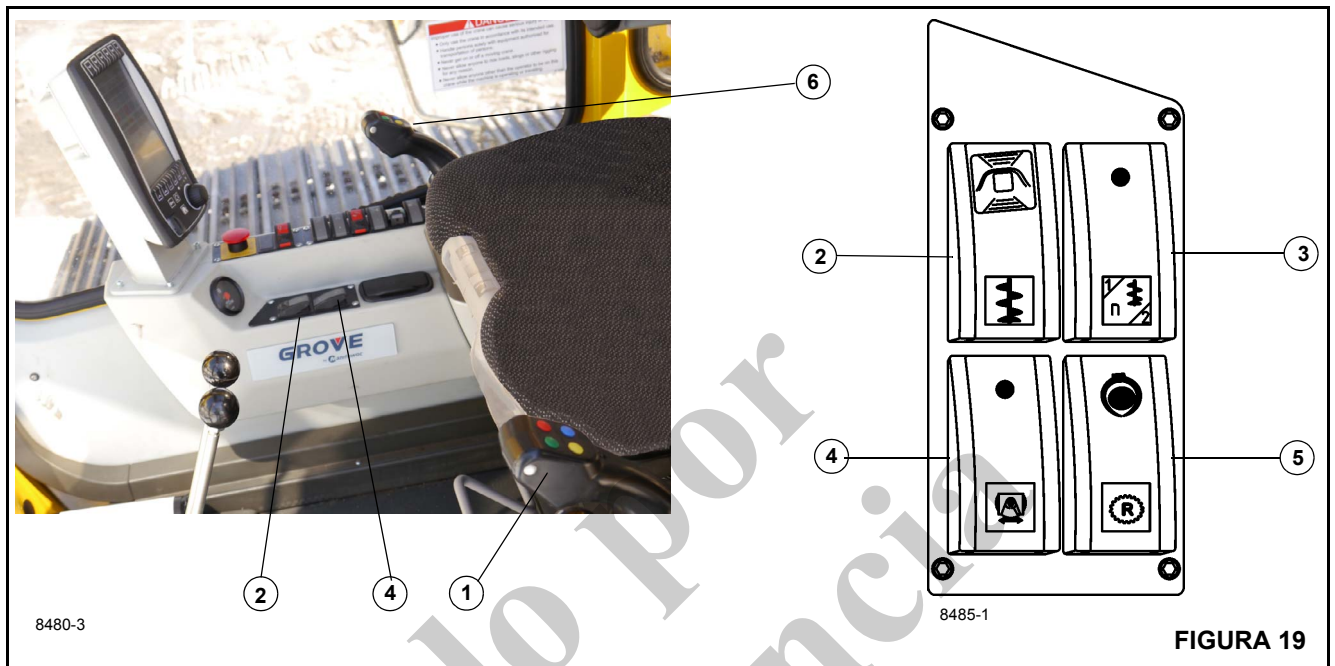

Figura 19 Números de artículos
Se requiere una presión piloto de 35 bar (500 psi) para hacer un cambio de velocidad baja a velocidad alta en el motor, con un retorno a velocidad baja accionado por resorte. Un circuito de válvula reductora de presión mantiene la presión, y una válvula de solenoide eléctrica y una válvula de desaceleración en la cabeza de la excavadora proporcionan una selección instantánea de velocidad cuando el interruptor de cambios de velocidad de la excavadora de la barrena (3, Figura 19) se oprime.
Al presionar el interruptor del pestillo de la barrena (4, Figura 19), el solenoide normalmente cerrado se abre, lo que permite que el aceite del cilindro regrese al depósito. El orificio crea una caída de presión a través del cilindro y hace que el cilindro se retraiga. Cuando se vuelve a apre-
La siguiente información cubrirá solamente la funcionalidad de los controles de la barrena que se ilustran en la Figura 19; para información sobre los demás controles del operador, consulte el Manual del operador de la grúa.
El interruptor de alimentación de la barrena (2, Figura 19) controla la conexión/desconexión de la energía eléctrica que alimenta los componentes del sistema de la barrena. Es un interruptor de liberación de seguridad, de dos posiciones. Deslice la lengüeta de liberación de seguridad en el interruptor y oprima el lado trasero del interruptor hacia el símbolo para conectar la alimentación. Deslice la lengüeta de liberación de seguridad en el interruptor y oprima el lado delantero del interruptor en sentido opuesto al símbolo para desconectar la alimentación.
La palanca de control izquierda controla el sentido de giro y la velocidad de la barrena controlada por el motor hidráulico (1, Figura 19). Cuando se empuja la palanca de control izquierda hacia adelante, la barrena gira en el sentido de excavación. Cuando se tira de la palanca de control izquierda hacia atrás, la barrena gira en sentido contrario al de excavación.
Presione el interruptor del pestillo de la barrena (4, Figura 19) para abrir el pestillo de la escuadra de almacenamiento; presione el interruptor nuevamente para cerrarlo.
La palanca de control de almacenamiento de la barrena (1, Figura 19) hace girar la barrena para excavar (hacia adelante o hacia atrás) y también se utiliza para su almacenamiento (Vea "Control de la barrena" en la página 525.).
6. Oprima el interruptor del pestillo de la barrena (4) para abrir el pestillo de la barrena (Vea “Interruptor del pestillo de la barrena” en la página 525.). La lengüeta de transporte se desbloquea. (4, Figura 19). Puede ser necesario aumentar la velocidad del motor para abrir el pestillo.
1. Con el interruptor de alimentación de la barrena (2, Figura 19) activado, coloque la hélice (1, Figura 21) sobre la zona de excavación deseada y baje la pluma al suelo; luego, empuje lentamente la palanca de control izquierda (1, Figura 19) hacia adelante e introduzca la barrena en la superficie. Si la barrena comienza a hacer un movimiento de latigazo (de lado a lado), detenga la excavación por un momento y luego vuelva a comenzar.